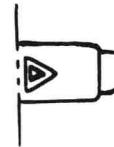

图 1-5 应急灯开关
④应急灯开关。如图 1-5 所示，应急灯开关设置在方向盘下方的组合开关盒上。此开关为一红色按钮。当汽车遇故障或其它紧急情况时，拉出此红色按钮，左、右转向灯均同时闪烁，以提醒其它汽车注意行驶。